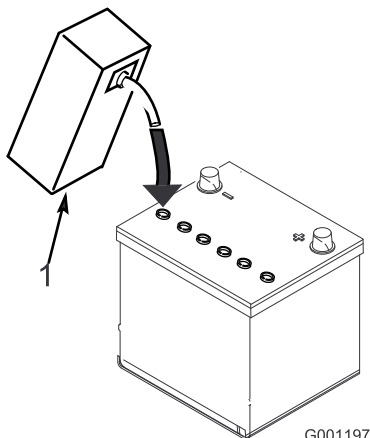

図 5
3. 各セルに慎重に電解液を満たす。電極板が 6mm 程度水没するぐらいが適当 (図 5)。
4. 電極板が液を吸収するまで 20~30 分間程度待つ。必要に応じて、電極板が 6 mm 程度水没するぐらいに電解液を補充する (図 5)。